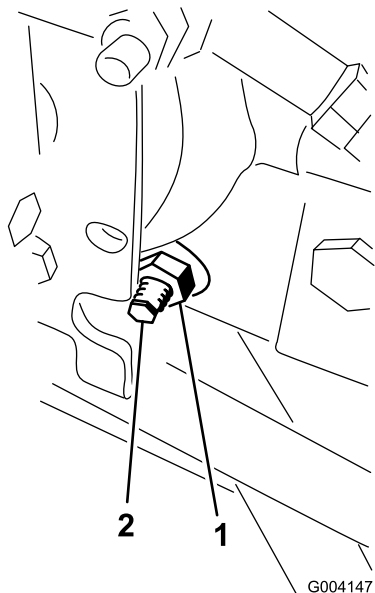

图50
3. 在静液压泵的右侧，松开牵引调节凸轮（图50）上的锁紧螺母。